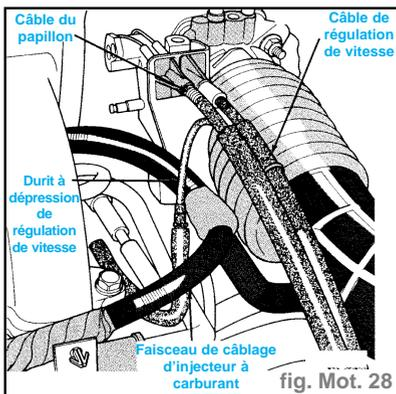

fig. Mot. 28
- examiner le raccord à dépression de la régulation de vitesse (fig. Mot. 28),